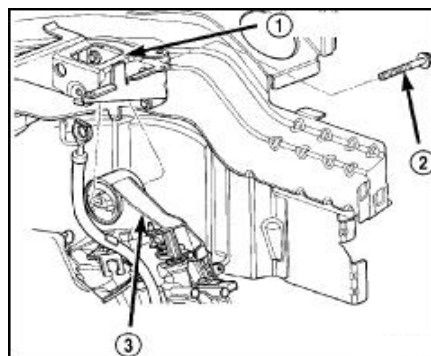
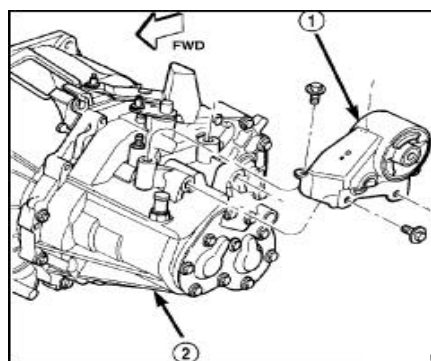

图. 7 上驱动安装支架螺栓
图. 8 左安装支架
(1) 脱开蓄电池负极桩头。
(2) 脱开蓄电池正极桩头。
(3) 拆卸空气滤清器总成。
(4) 取出蓄电池的托盘。
(5) 举升车辆大约30.5 cm 。
(6) 使用合适的半轴支持架。
(7) 拆卸左前车轮。
(8) 拆卸前护板。
(9) 拆卸车身外部螺栓。
(10) 取出安装支架螺栓(图. 7)。
(11) 拆卸左安装悬挂支架到车身紧固件。
(12) 拆卸安装支架螺栓 (图. 8)。
(13) 拆卸安装支架。
- (1) 安装支架和附属螺栓(图. 8)，紧固力矩为 $68 \text{ N} \cdot \text{m}$ 。
- (2) 安装发动机支架到车身纵紧固力矩为 $28 \text{ N} \cdot \text{m}$ (250 in. lbs.)。
- (2) 安装发动机和驱动桥定位螺栓，紧固力矩为 $118 \text{ N} \cdot \text{m}$ (图. 7)。
- (4) 在驱动桥在拆下护板。
- (5) 安装左侧车架螺栓。
- (6) 左板和车轮护板和车轮。
- (7) 降下车辆。
- (8) 安装蓄电池托架。
- (9) 安装空气滤清器总成。
- (10) 连接蓄电池正极。
- (11) 连接蓄电池负极。